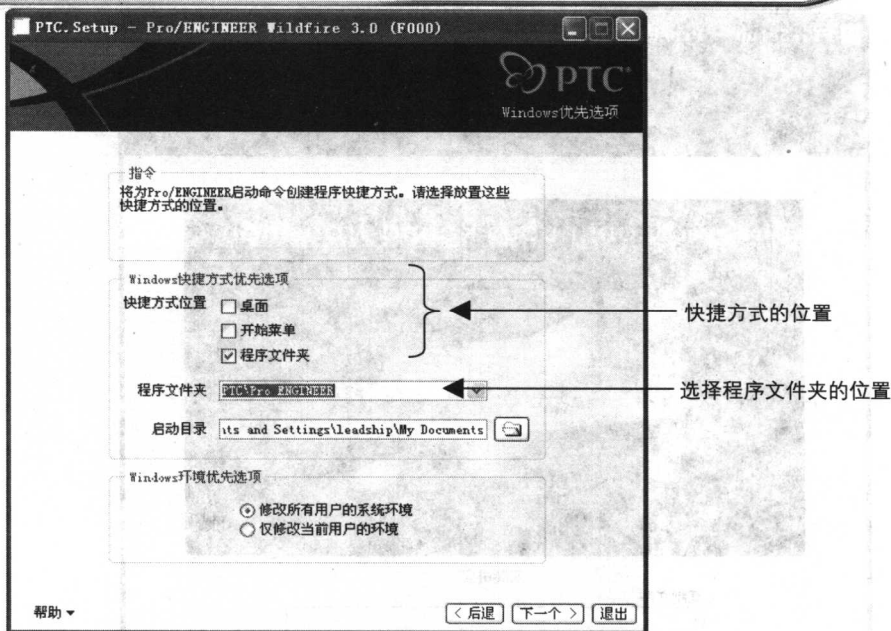

图 1-11
- ⑧ 连续单击(下一个)按钮, 出现“Windows 优先选项”界面, 如图 1-11 所示, 此时可以定义选择启动 Pro/E 的快捷方式、程序文件夹、启动目录等。